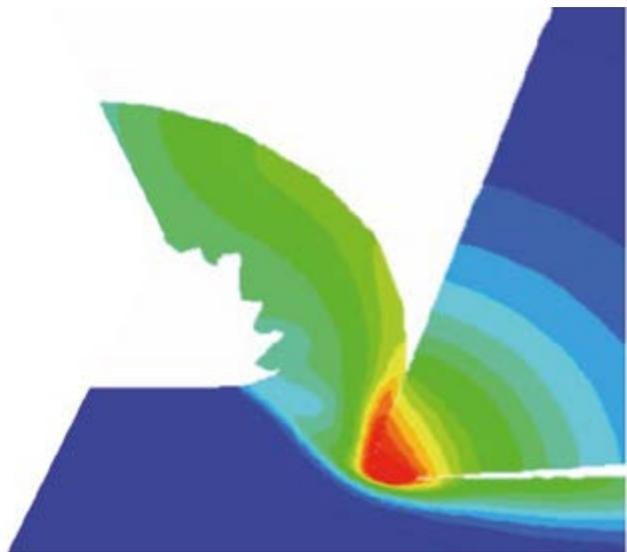

Figura 2.
- **Stato tensionale:** Le sollecitazioni meccaniche durante il processo di lavorazione possono causare deformazioni o rotture premature. Le analisi FEM permettono di modellare lo stato di tensione sugli utensili, così da evitare danni strutturali e prolungare la vita utile dell'utensile (figura 2);